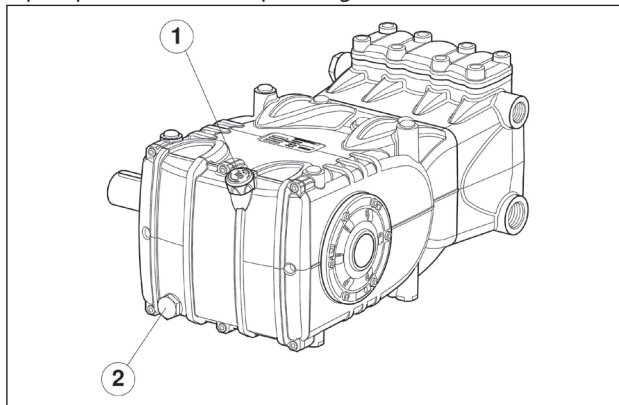

Fig. 1
Pour vidanger l'huile, déposer : la jauge de niveau d'huile rep. ① puis le bouchon rep. ②, (Fig. 1).